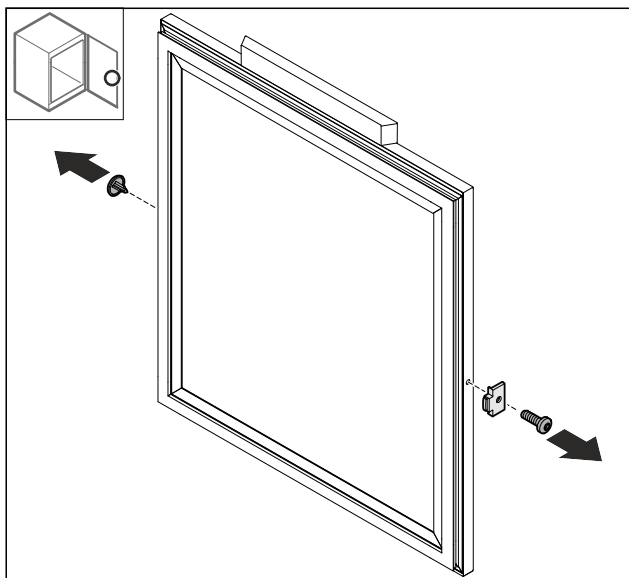

Fig. 46
- Rimuovere la copertura Fig. 46 (1).
- Smontare il fermaporta Fig. 46 (2).